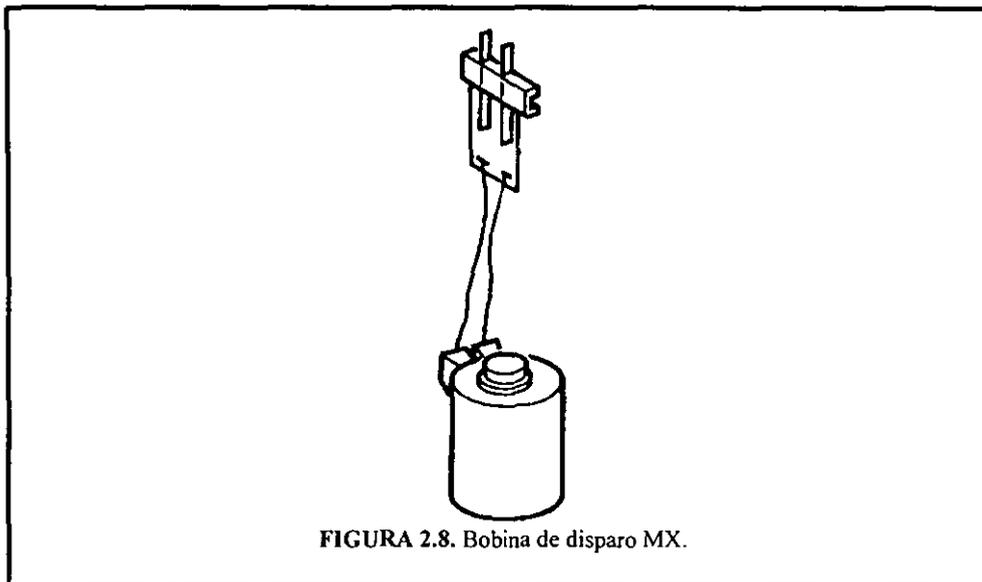

FIGURA 2.8. Bobina de disparo MX.
**Bobina de disparo MX**.- Esta bobina sirve para realizar aperturas a distancia o locales por medio de un botón momentáneo, el tiempo de respuesta del interruptor automático a corriente nominal oscila entre 35 y 45 ms, esta bobina puede provocar la apertura de los contactos principales en el primer momento en que el interruptor este bajo tensión; la bobina puede estar alimentada permanentemente o de manera transitoria. Esta bobina se ilustra en la figura 2.8. También junto con otros dispositivos las aperturas se pueden realizar automáticamente.